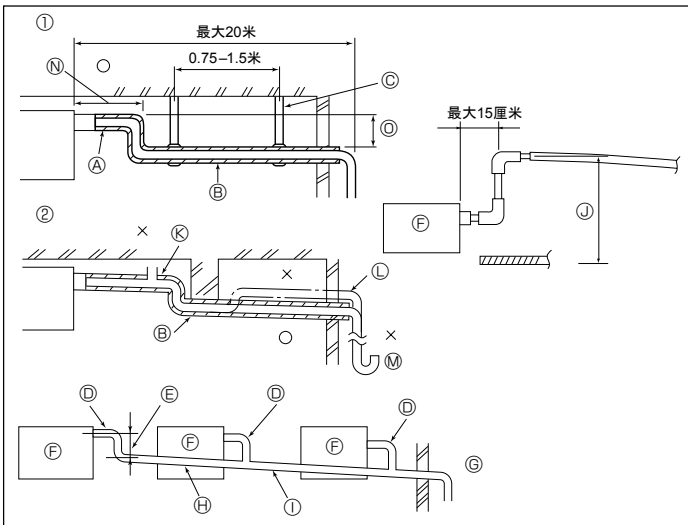

图 3-4
3.3. 排水管作业（图 3-4）
- ① 正确配管
② 错误配管
③ 绝缘材料（9 毫米或者以上）
④ 斜度（1/100 或者以上）
⑤ 支承金属件
⑥ 排气孔